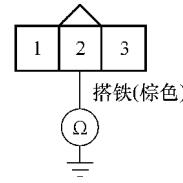

图 4-29 测试点火线圈 2 号端子
5) 将点火开关转至 LOCK (0) 位置。
6) 如图 4-29 所示, 检查故障气缸的点火线圈 3 针插接器 2 号端子和车身搭铁之间的导通性, 是否导通?